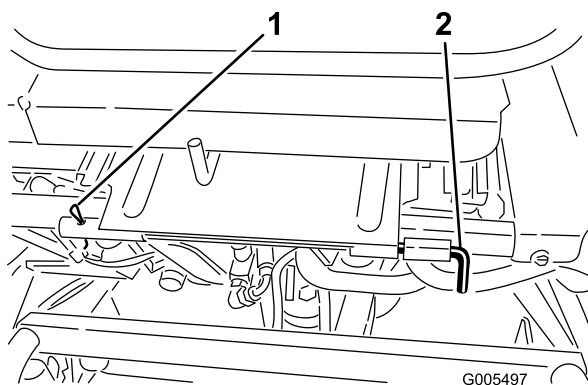

Figura 9
8. Instale o conjunto do banco na posição de operação (Figura 9). Instale a haste de articulação do banco e o pino.